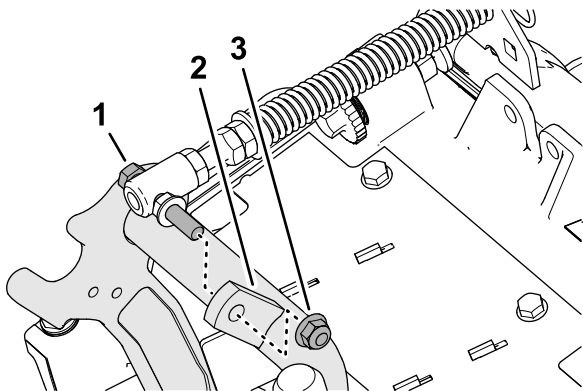

Bild 18
3. Entfernen Sie die Sicherungsbundmutter ($\frac{3}{8}$ "), mit der die Kopfschraube der Rasenkompensierungsfeder an der rechten Lasche des Trägerrahmens befestigt ist, und nehmen Sie die Kompensationsfeder vom Mähwerk ab (Bild 18).